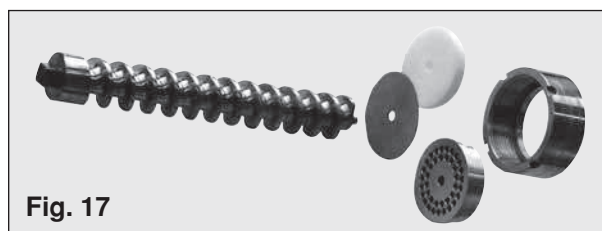

Fig. 17
- procéder ensuite au démontage et au lavage des pièces mobiles (**Fig. 17 - 18**), ainsi qu'au nettoyage de la machine (voir chap. 6 NETTOYAGE p. 69);